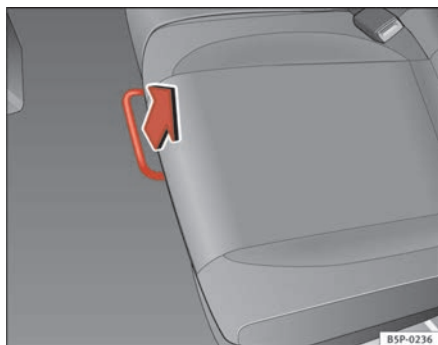

Abb. 96 Entriegelungsstange für den Rücksitz
- Entriegeln Sie den Hebel in sitzender Position in Richtung des Pfeils ⇒ Abb. 96.